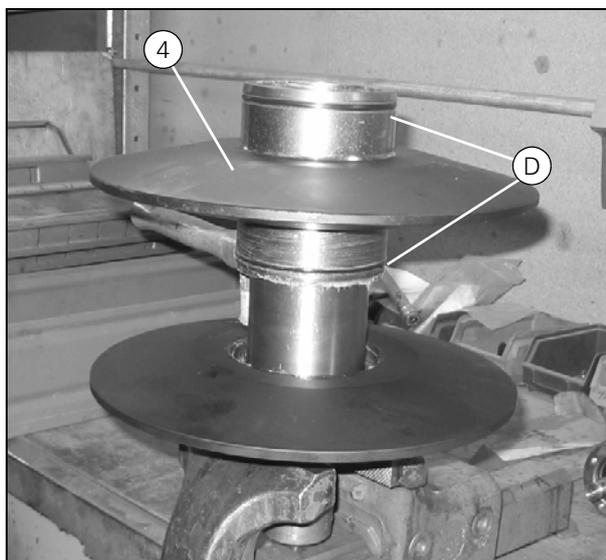

Рисунок 64
Тщательно очистите детали и, при необходимости, зачистите их тонкой наждачной бумагой. Установите новые уплотняющие кольца (D) (Рис. 64) и очистите все резьбовые отверстия сжатым воздухом. Уделите особое внимание чистоте масляной канавки в подшипниковом корпусе, используемой для смазки подвижных деталей. Перед сборкой смажьте все поверхности скольжения.
7. Выполните сборку и установку вариатора в соответствии с пунктами 1 – 5. Затяните болты (E) крест-накрест моментом 23 Нм.